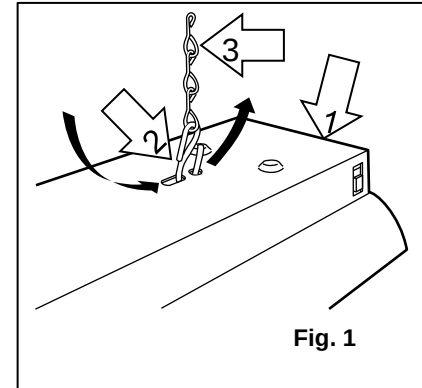
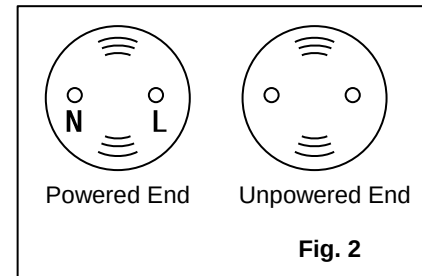

Fig. 1
Fig. 2
1. Coloque el bucle pequeño de cada **gancho "S"** (2) al final de cada **cadena de soporte** (3). Inserte el bucle grande de cada **gancho "S"** (2) a través de los agujeros provistos en cada **extremo del canal** (1). Cierre ambos extremos de cada **gancho "S"** (2) con unos alicates. (Fig. 1)
2. Seleccione el lugar de instalación deseado. Asegúrese de que un enchufe estándar de 120 V - 60 Hz este al alcance del cable de alimentación del aparato. Instale dos ganchos (no incluido) en la ubicación deseada del techo. Asegúrese de que los ganchos del techo no se instalen mas lejos que la longitud de la lámpara. Instale el aparato en el techo haciendo un bucle en los extremos restantes de cada cadena (3) a cada gancho del techo instalado.
3. Para instalar el **tubo** de la lampara, guíe los terminales en un extremo de la lámpara a un **enchufe del luminario**. Asegúrese de que el extremo con alimentación del tubo esté colocado en el extremo con alimentación del accesorio. (Fig. 2 y 3) Guíe el otro extremo del tubo en el zócalo opuesto. Gire el tubo 90 ° (1/4 de vuelta) en cualquier dirección hasta que quede asiente.